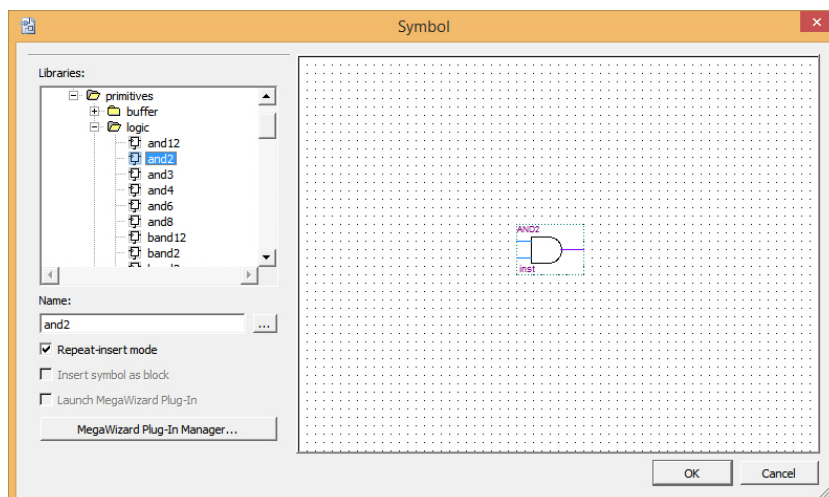

Figura 24: Prévia do símbolo escolhido para esquemático
3. Na pasta **logic**. Seleccionar a primitiva **and2**. Uma réplica do símbolo aparece na caixa de diálogo (Figura 24). Clique em **Ok**